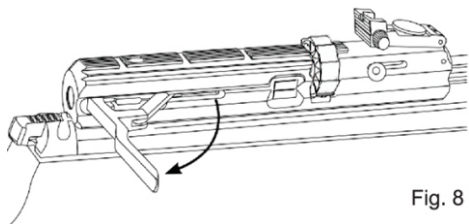
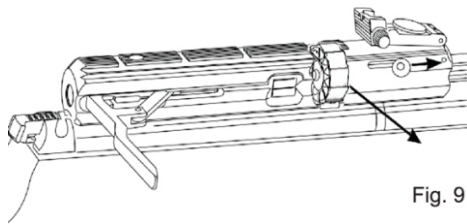

Fig. 8
Fig. 9
2. Para remover o carregador, puxe a alavanca de armar completamente para trás e empurre o eixo trava do magazine para a frente. Então remova o magazine puxando-o para a direita (Fig. 6, Fig. 8 e Fig. 9).